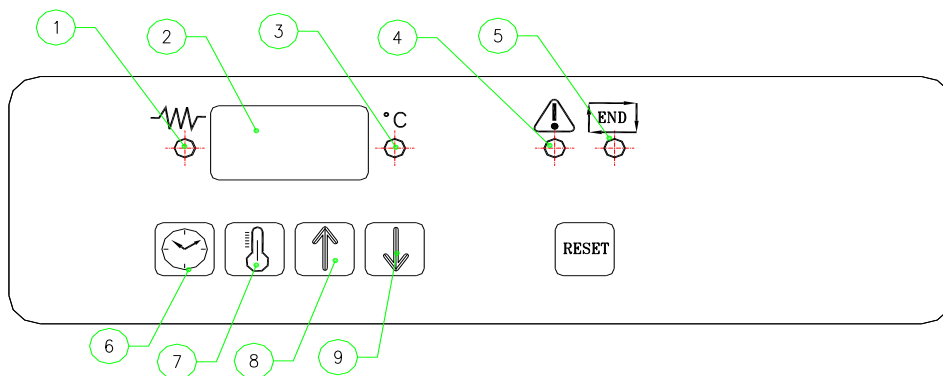

Abb. 4
- Warten Sie, bis das akustische Signal ertönt oder die LED zur Anzeige des Zyklusendes (Pos. 5 Abb. 4) aufleuchtet und ziehen Sie die Schublade sofort heraus, um eine Überhitzung der Schrumpffolie zu vermeiden.
-Die Thermoversiegelung kann nicht durchgeführt werden, bevor die Schweißplatte die eingestellte Temperatur erreicht hat (LED Pos. 3 Abb. 4 leuchtet). Die Maschine führt den Zyklus nicht aus.